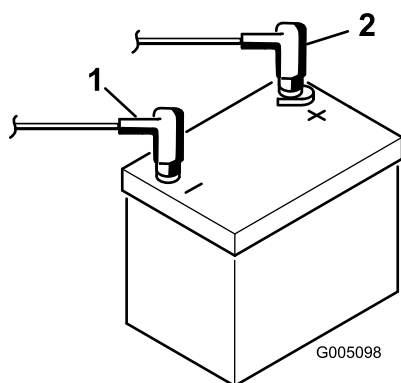

Figura 9
9. Collegate il cavo positivo (rosso) al morsetto positivo (+) e il cavo negativo (nero) al morsetto negativo (–) della batteria, e fissateli con i bulloni e i dadi (Figura 9). Fate scorrere la guaina di gomma sul morsetto positivo per evitare un cortocircuito.